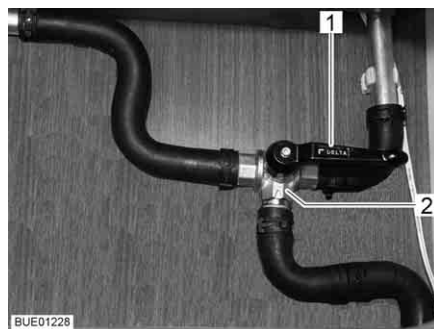

Fig. 164 Vanne à 3 voies
- Positionner le levier (Fig. 164,1) de la vanne à 3 voies (Fig. 164,2) parallèlement au sens du débit linéaire (Fig. 164).
- Positionner le levier (Fig. 164,1) de la vanne à 3 voies (Fig. 164,2) perpendiculairement au sens du débit linéaire.